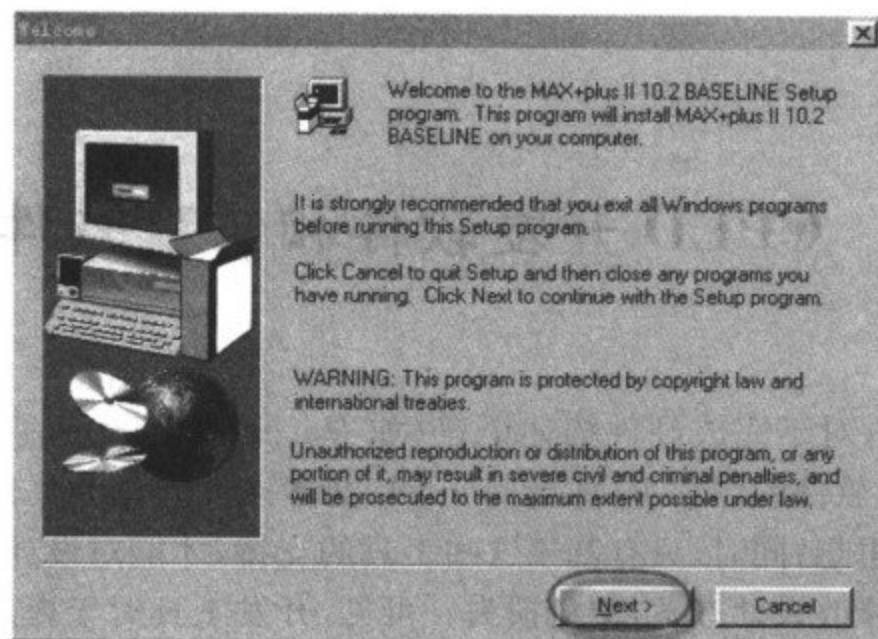

图 3-1 安装确认
- (1)双击 baseline10_2 图标,出现如图 3-1 所示安装确认画面。